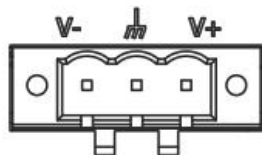

图 1.5 电源输入接口
- 主机需要 24V 直流电源供电, 建议采用 24V/5A 的直流电源接口, 如图 1.5 所示, 信号如表 1.2 所示: